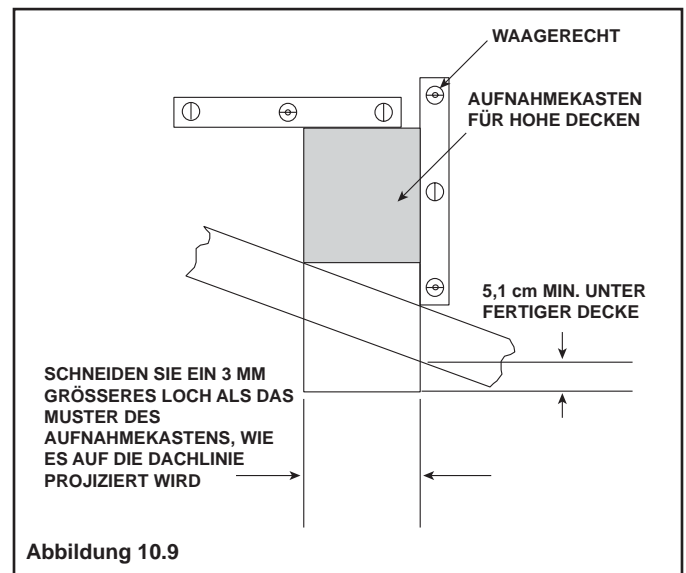

Abbildung 10.9
- Senken Sie den Aufnahmekasten durch das Loch im Dach ab, bis seine Unterseite mindestens 5,1 cm unter der Decke liegt (Abbildung 10.9).